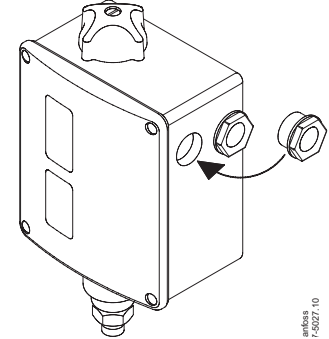

Fig. 3
A set of Pg13.5 cable gland is attached to the RT in a separate bag. To ensure IP66 (units with automatic reset) or IP54 (units with external reset) grade of RT enclosure it is necessary to assemble this gland as shown in the fig. 3. If this gland is not used with a cable, a metal blinding should be also assembled.
2. Set the thermostate for 70 °C by rotating the knob (5)
3. Set the differential adjusting nut (19) between figures 3 and 4, as indicated by the nomogram in fig. 4.
Et sæt Pg13,5 kabelforskruing er vedlagt produktet i en separat pose. For at sikre kapslingsgrad IP66 (enheder med automatisk reset) eller IP54 (enheder med ekstern DANSK RESET) er det nødvendigt at montere denne kabelforskruing som vist i fig. 3. Hvis denne kabelforskruing ikke bruges sammen med et kabel, bør der monteres en blindprop (metal skive).
Die Kabelverschraubungen PG13,5 sind in einem separaten Beutel verpackt. Zum Erreichen des IP66 Schutzgrades (Geräte mit automatischen Reset) oder IP54 (Geräte mit externen Reset) ist eine Montage dieser Verschraubung notwendig, (siehe Abb. 3.). Wenn diese Kabelverschraubung nicht benötigt wird ist ein Metall Blindstopfen zu verwenden.
Un ensemble presse étoupe Pg13.5 est joint au RT dans un sac séparé. Pour assurer l'indice IP66 du RT (pressostat avec réarmement automatique) ou IP54 (pressostat avec réarmement manuel), il faut assembler le presse étoupe comme indiqué sur la fig.3. Si le presse étoupe n'est pas utilisé avec un câble, il faut le boucher avec une pièce métallique.
En una bolsa separada, se incluye, junto con el RT, un conjunto de prensaestopas Pg13.5. Es necesario instalar el prensaestopas como se muestra en la fig. 3., para garantizar el grado de protección del RT, IP66 (unidades con rearme automático) o IP54 (unidades con rearme manual). Si no se utiliza el prensaestopas con un cable, debería montarse un cegamiento metálico.